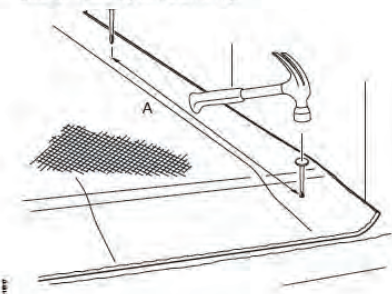

Bild 9: Fästa skyddsöverdraget.
5. Borra övriga hål med 400 mm mellanrum (A i Bild 9).